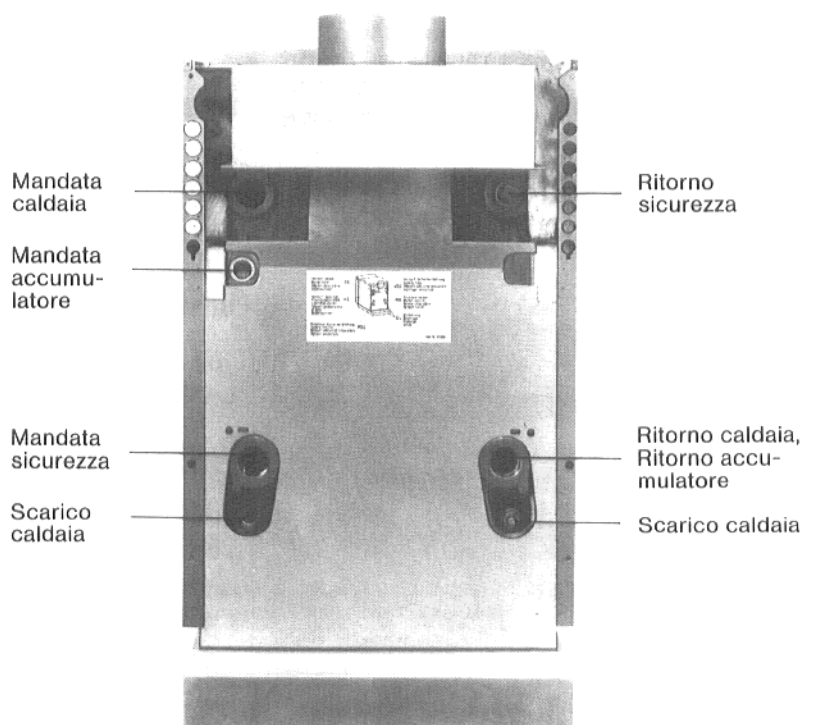

Fig. 5: Collegamenti idraulici
- Collegare la caldaia alla rete di tubazioni dell'impianto di riscaldamento (Fig. 5).
Per la mandata ed il ritorno caldaia (Fig. 5) possono essere utilizzati soltanto gli attacchi previsti, poichè nel ritorno caldaia è incorporato di fabbrica un tubo alimentare.
L'attacco mandata accumulatore (Fig. 5) deve essere chiuso ermeticamente, se non viene collegato un accumulatore.